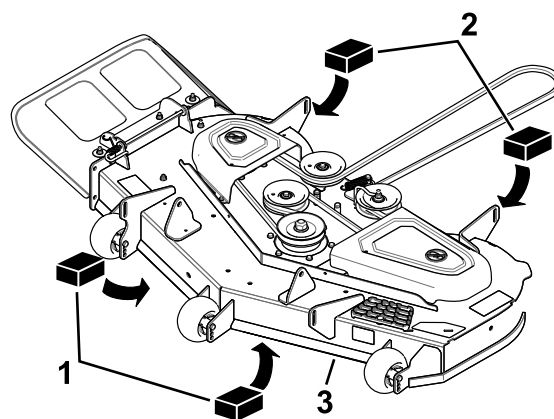

Figura 74
3. Posizionate 2 blocchi ciascuno con uno spessore di 6,6 cm sotto ciascun lato del bordo anteriore del piatto di taglio, ma non sotto le staffe del rullo antistrappo (**Figura 74**).
4. Posizionate 2 blocchi ciascuno con uno spessore di 7,3 cm sotto il bordo posteriore della falda del piatto di taglio; 1 su ciascun lato del piatto di taglio (**Figura 74**).